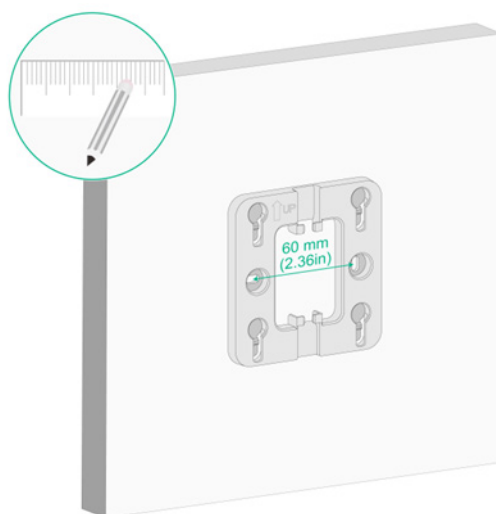

図 3-3 壁面の設置用の穴の位置のマーキング
- 1) 壁面/天井用ブラケットの設置用の穴を用いて、図 3-3 に示すように壁面の設置用の穴の位置をマーキングしてください。